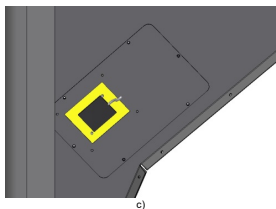

Figura 45 – Posizionamento del sensore di livello del pellet nel silo (installazione del silo a sinistra della caldaia)
- infine, montare i due elementi sulla parte inferiore del silo. Posizionare l'elemento con il sensore sul lato destro del silo e l'elemento senza sensore sul lato sinistro. Il sensore dovrà essere collocato come indicato nella Figura 45-c.